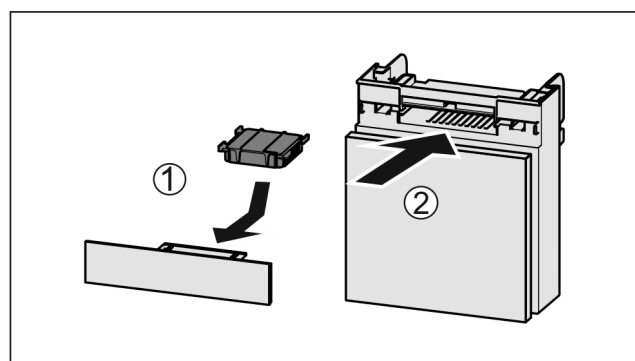

Fig. 206
- Vendosni filtrin me karbon aktiv siç tregohet në figurë Fig. 206 (1).
- Futni kutinë në vend Fig. 206 (2).